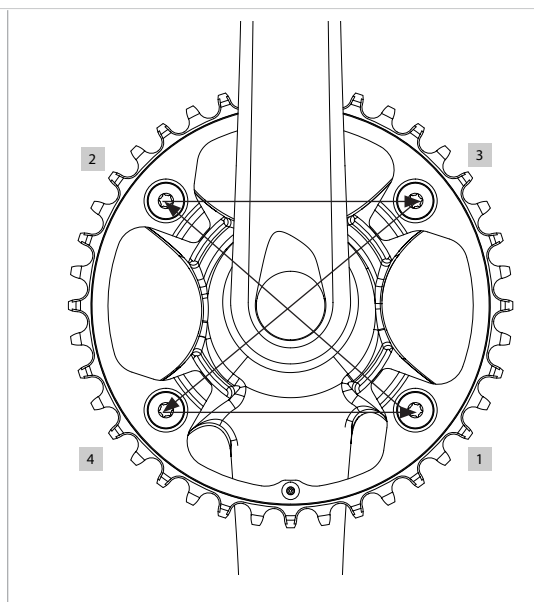

Fig.8
- Seguite un ordine a croce per il serraggio delle quattro viti (1-2-3-4) (Fig.8).